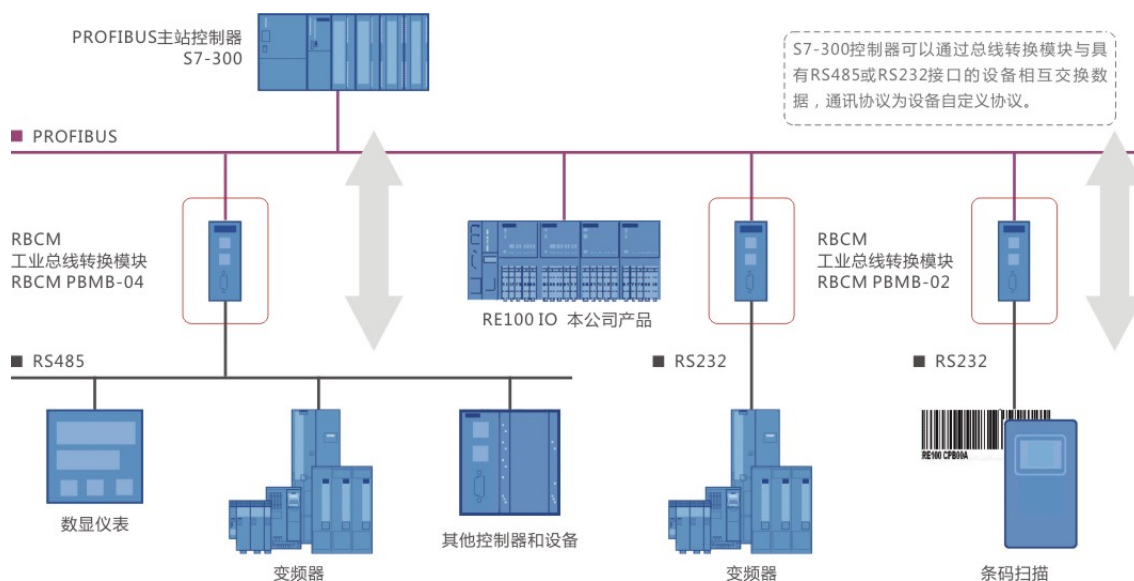

图3-4
在 PLC 为主站的 PROFIBUS 系统中，RBCM PBMB-04(02) 是一个 PROFIBUS 从站，另一侧 RBCM PBMB-04(02) 通过 RS232/485 与 MODBUS 设备连接，是一个 MODBUS 设备的主站，即主动向 MODBUS 设备发送通信信息、等待设备回答。PLC 为主站的 PROFIBUS 系统中使 RBCM PBMB-04(02) 将一个或多个 MODBUS 设备连接到 PROFIBUS 上。如图 3-4。